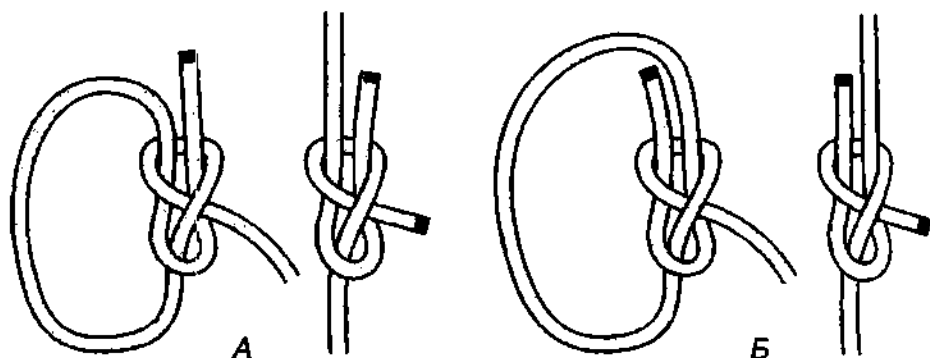

Рис. 328. *Казачий узел* – это *прямой шкотовый узел* (А) или *диагональный шкотовый узел* (Б), ходовой и коренной концы которого образуют рабочую петлю.
*Казачий узел* по крепости не уступает *беседочному узлу*, а лучше его тем, что если ходовой конец зацепится за что-нибудь, то узел сам не раздёргивается, а напротив ещё сильнее затягивается, так как *казачий узел* великолепно выдерживает растяжение плеч. Если тяга у плеч направлена в разные стороны под углом  $180^{\circ}$ , то узел начинает работать как *шкотовый* (рис. 328). *Казачий узел* очень крепкий, он не ползёт ни на мокрых, ни на обледенелых верёвках. *Казачий узел* уступает *булиню* лишь в том, что он не может быть связан одной рукой и его нельзя привязать к опоре, как *беседочный узел*, если верёвка натянута и находится под натяжением. И ещё один момент – *казачьему* и *калмыцкому узлам* в большей степени, чем *булиню*, свойственна расслабленность на жёсткой верёвке, сегмен-